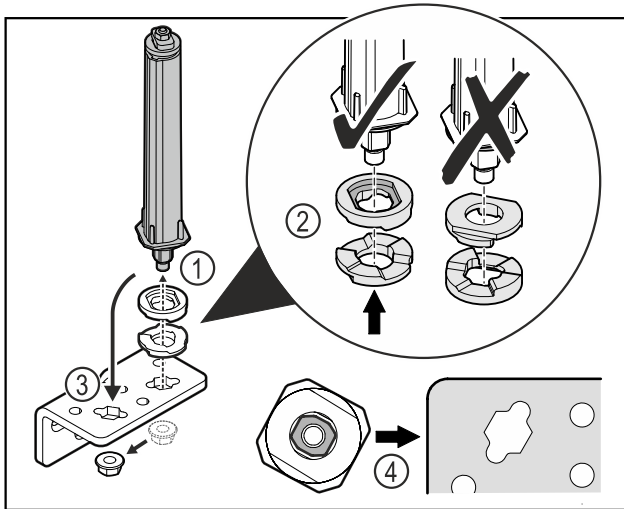

Fig. 37
- ▶ Soltar la tuerca y retirar el sistema de cierre de la puerta Fig. 37 (1).
- ▶ Tener en cuenta la orientación correcta de las arandelas de ajuste de altura Fig. 37 (2).
- ▶ Cambiar la posición del sistema de cierre de la puerta en la escuadra de bisagra y fijar con la tuerca Fig. 37 (3).
- ▶ Tener en cuenta la orientación correcta del sistema de cierre de la puerta al insertarlo Fig. 37 (4).